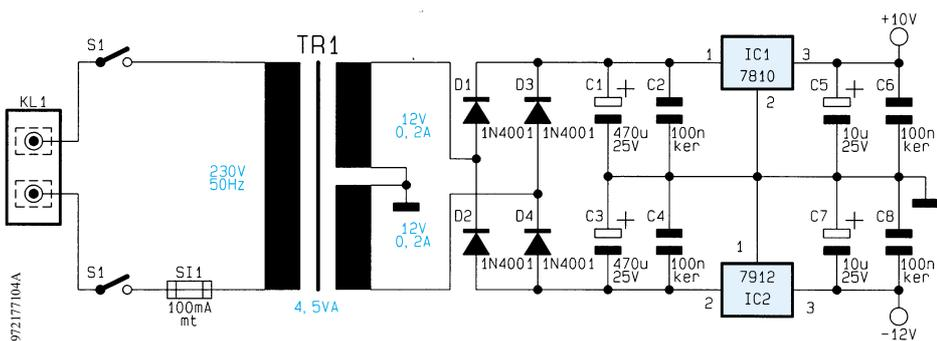

Bild 4: Schaltbild des Netzteils
- Bild 4: Netzteil
Netzteil (Bild 4)
Das sehr einfach gehaltene Netzteil des SV 7000 ist in Abbildung 4 dargestellt. Die von der 2poligen Schraubklemme KL 1 kommende 230V-Netzwechselspannung gelangt über den 2poligen Netzschalter S1 und die Schmelzsicherung SI 1 auf die Primärwicklung des Netztransformators.